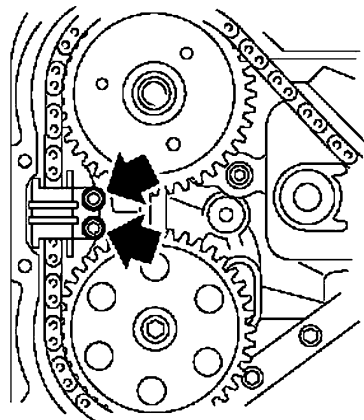

图 27-3 拆卸正时链条导轨
- 4) 如图 27-3 所示，拆卸正时链条导轨（右：在两个凸轮之间）。